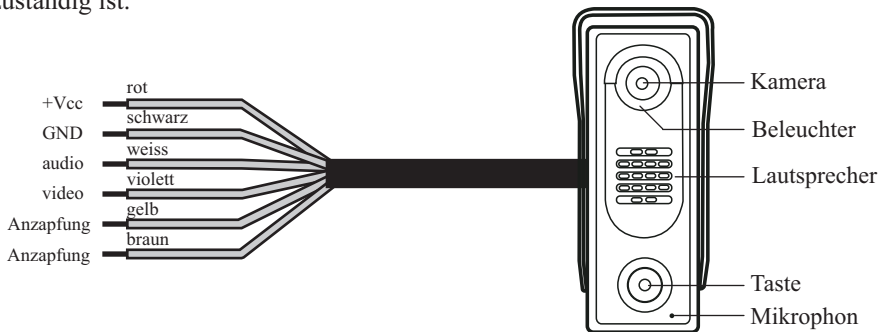

Abb. 2. MVC-6501 Außenstation
- Leitungen nach dem Schema anschließen. Von der Torsprechanlage aus geht eine Leitung mit bunten Leitern (siehe Abb. 2 und 5). Diese Leitungen sollen mit Anschlussleitungen der Video-Haussprechanlage anhand des LötKolben verbunden werden. Die Verbindungsstellen sollen mit dem Schrumpfschlauch oder der Isolierung isoliert werden.